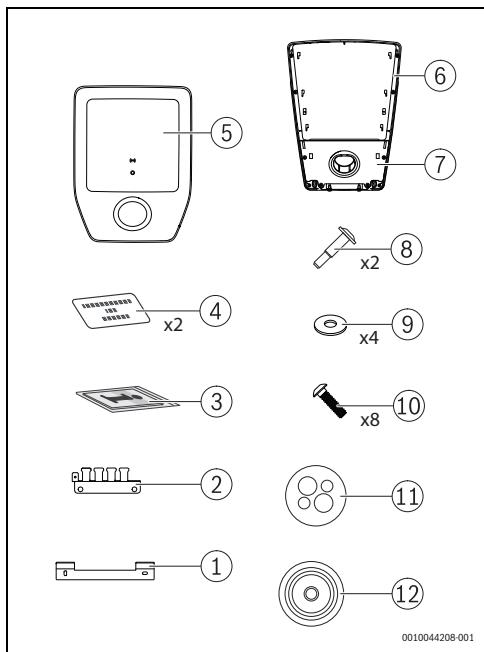

Fig. 97 Leveringsomfang
- Tag forsigtigt afdækningen [5] og dækslet med parkeringsholderen [7] af Power Charge 7000i (→ fig. 97, side 99).